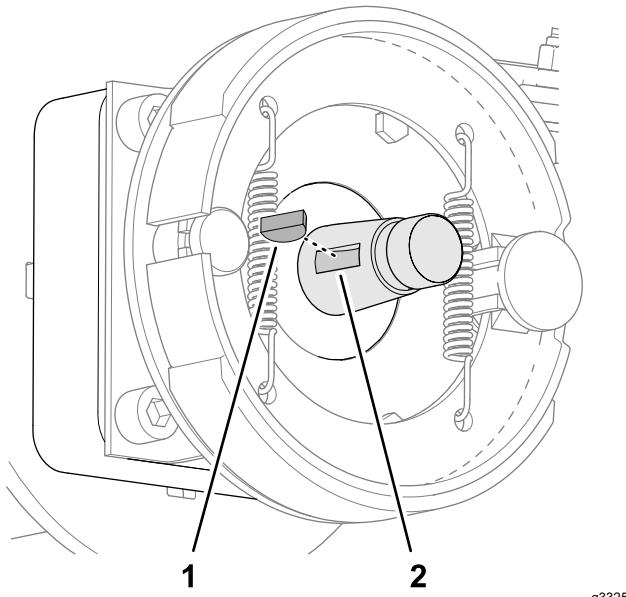

Figura 83
- 2. Inserte la chaveta semicircular en la ranura del eje del motor de rueda (Figura 83).